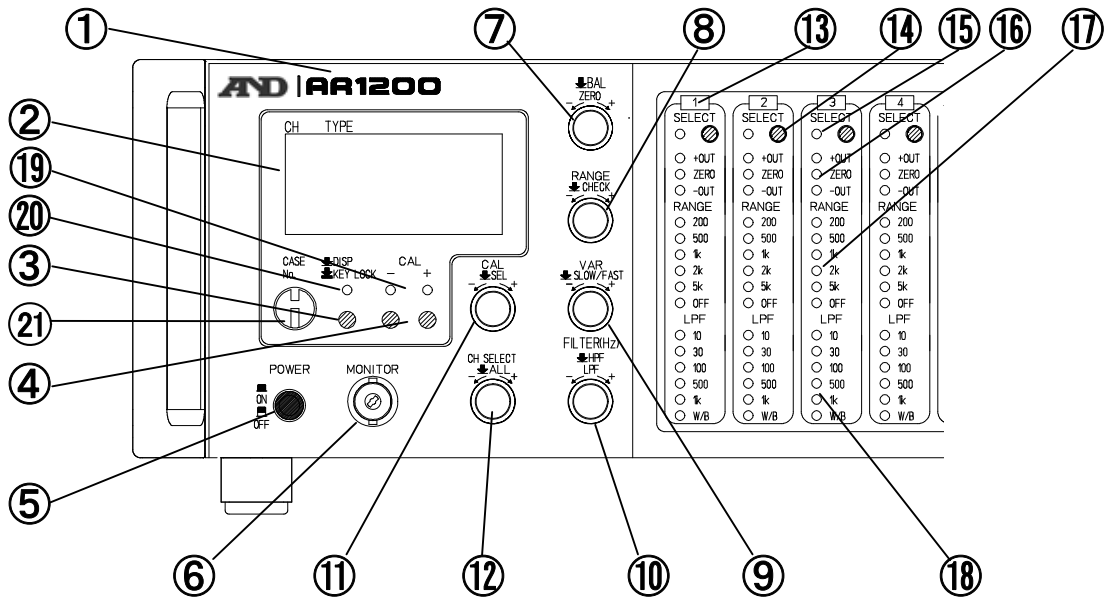

図2-1: 本体前面
⑰レンジと⑱フィルタのステータスLED表示は点灯しません。
2.1 前面パネル各部の名称と機能（図 2-1 参照）